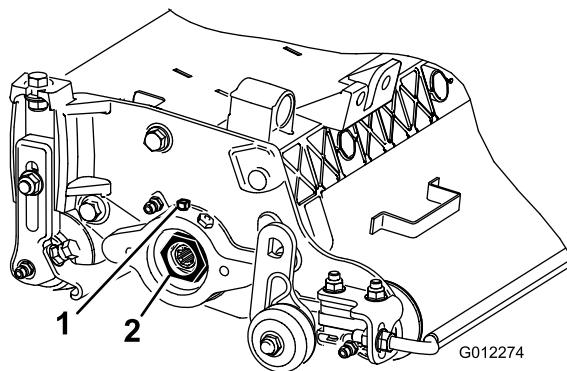

Figura 10
- A. Afloje el tornillo de fijación exterior que sujeta la tuerca de ajuste del cojinete al alojamiento del cojinete situado en el lado izquierdo de la unidad de corte (Figura 10).